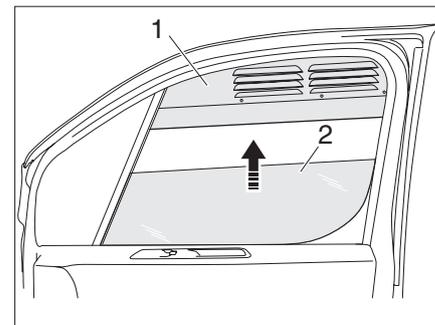

Bild 5 Lüftungsgitter einsetzen
- ▶ Fahrzeugscheibe (Bild 5,2) herunter fahren.
- ▶ Lüftungsgitter (Bild 5,1) oben im Fensterrahmen einsetzen.